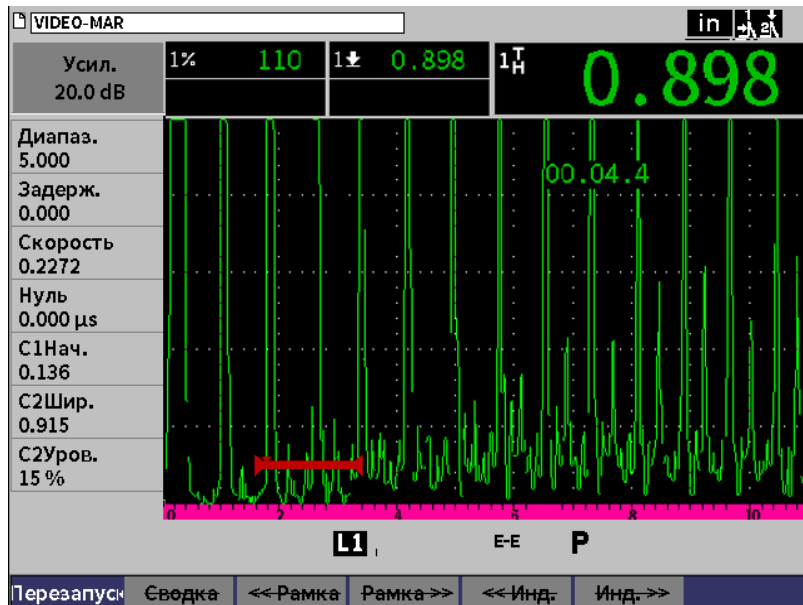

Рис. 9-32 Страница настройки Просмотр видео
3. Нажмите клавишу Enter для отображения страницы просмотра (см. Рис. 9-32 на стр 147).